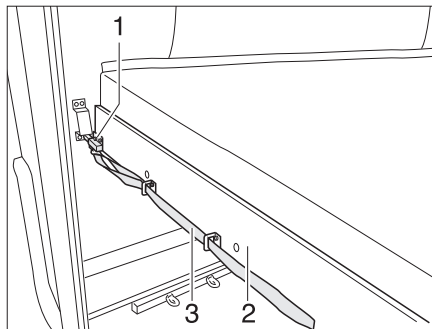

Bild 168 Våningssäng (bak)
- Dra i bandet (Bild 168,3) och lossa spärren (Bild 168,1).
- Dra fram ribbotten (Bild 168,2) med madrassen så att den hakar i.